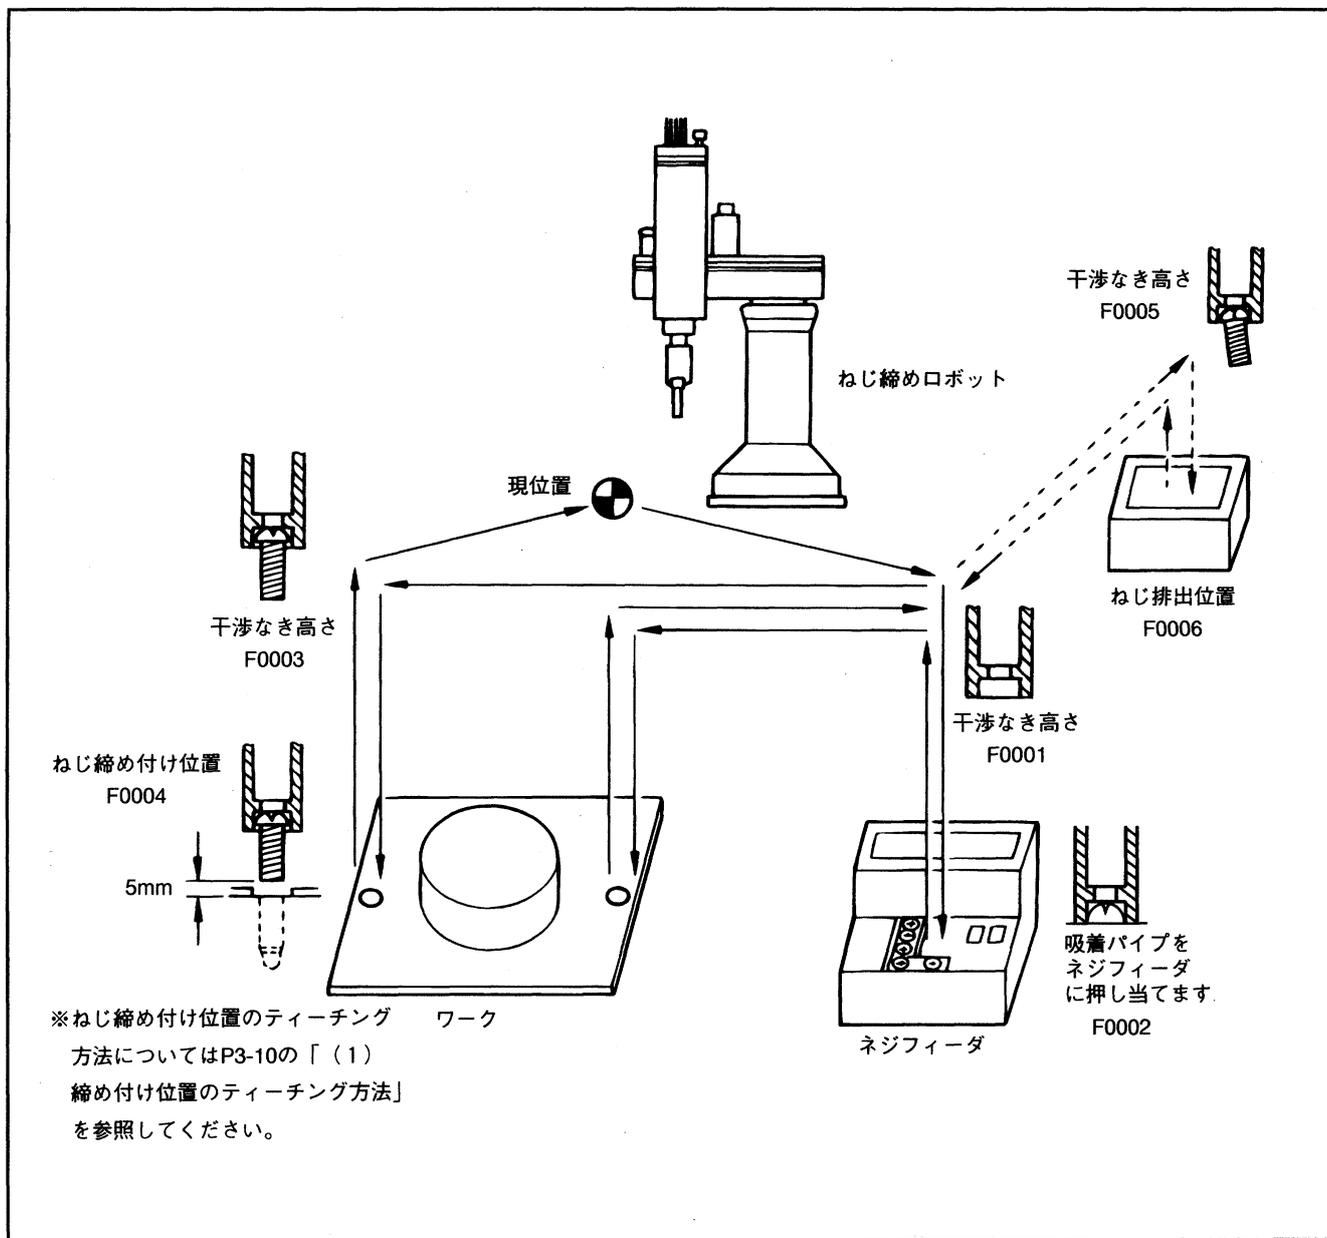

図3-5 ロボットの高さのティーチング方法
- ①図3-5の「ロボット高さのティーチング方法」を参照し、各高さデータを入力してください。
- ②実数変数の入力方法は、表3-15に従って、操作してください。